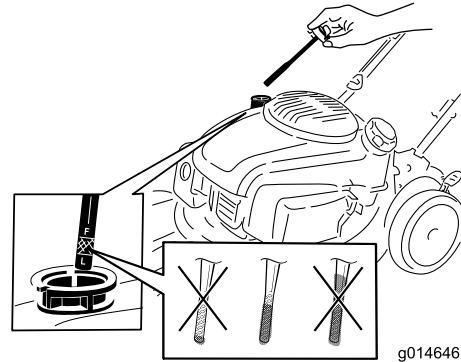

Figure 5
1. Retirez la jauge (Figure 5).
2. Versez de l'huile **lentement** dans le goulot de remplissage pour faire monter le niveau jusqu'au repère du plein (Full) sur la jauge (Figure 5). **Ne remplissez pas excessivement.** (Remplissage max. : 0,65 L (22 oz), type : huile détergente 10W-30 ou SAE 30 de classe de service API SJ ou supérieure.)
**Remarque:** Chaque fois que vous vérifiez le niveau d'huile, sortez la jauge et essuyez-la sur un chiffon propre, remettez-la dans le goulot de remplissage (**sans** la visser), puis ressortez-la et vérifiez le niveau (Figure 5).